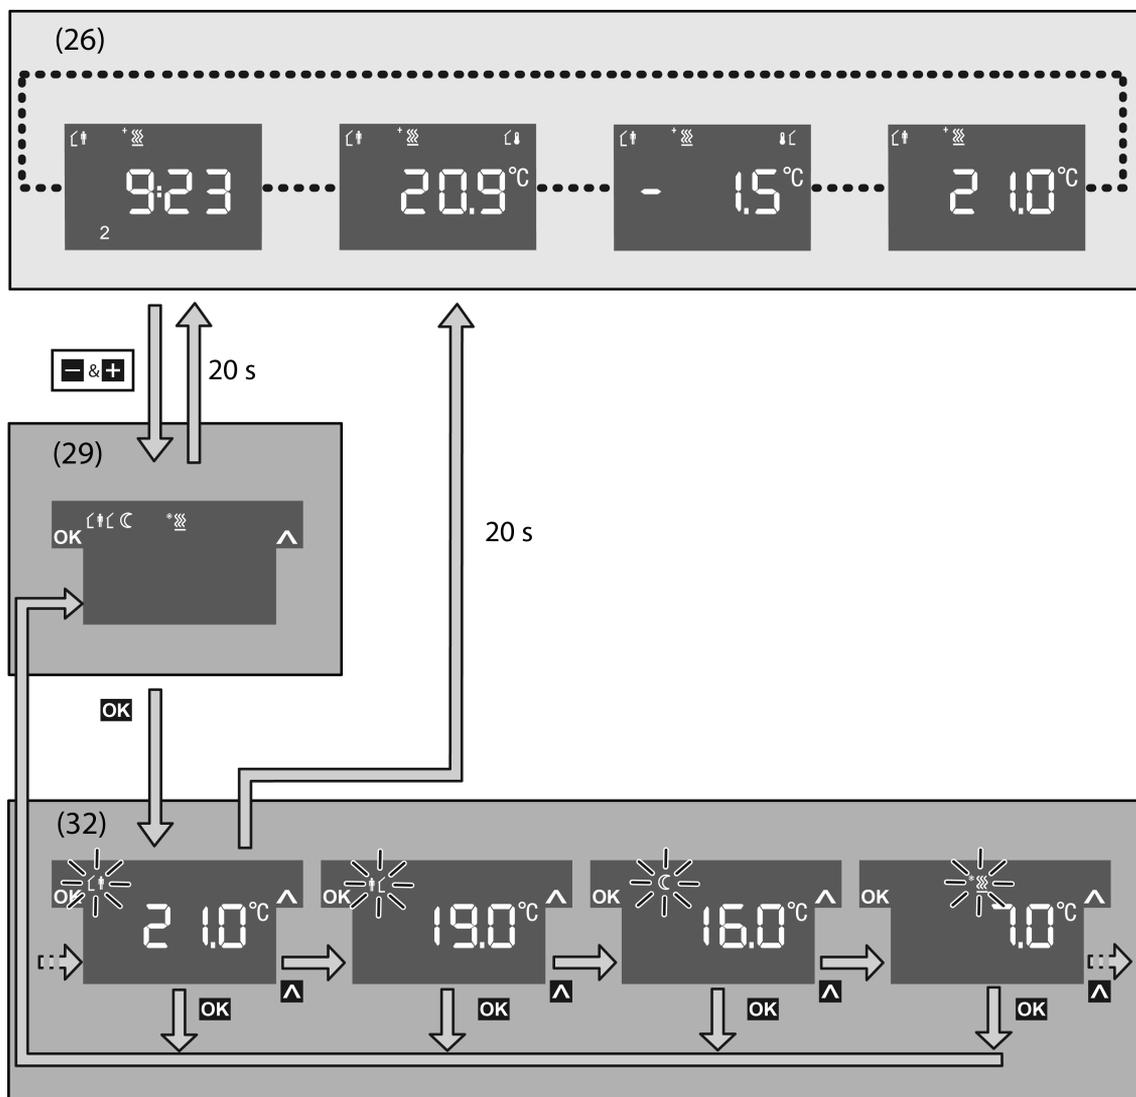

Bild 11: Untermenü zur Betriebsmodus-Umschaltung
- Mit der rechten Displaytaste  den Menüpunkt für die Betriebsmodus-Umschaltung (29) auswählen (Bild 11).